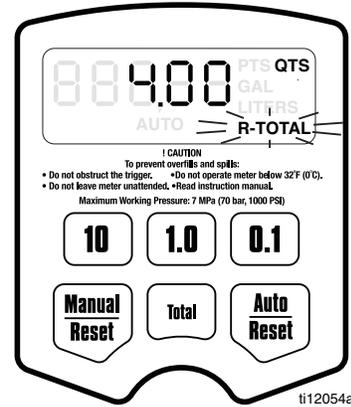

FIG. 24
3. Hay cinco (5) Menús de Configuración disponibles, almacenados en un orden predeterminado.
a. La primera pantalla que se verá es el Menú de Reinicio Total (FIG. 24, Página 19). Cuando se muestre el menú, R-TOTAL (G) destellará en la esquina inferior derecha de la pantalla.
Total Reinicializable (FIG. 24)